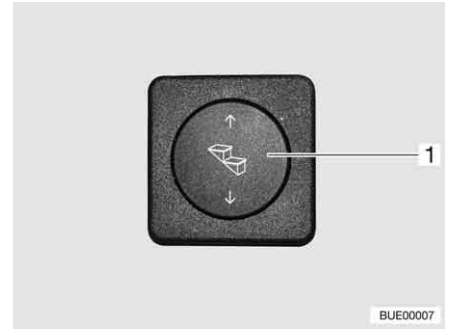

Fig. 13 Pulsante per il comando dello scalino di ingresso
- Premere in basso il pulsante basculante (Fig. 13,1) e tenerlo premuto (almeno 3 secondi), fino a che lo scalino di ingresso è stato completamente estratto.
- Premere in alto il pulsante basculante (Fig. 13,1) fino a che lo scalino di ingresso è completamente inserito.